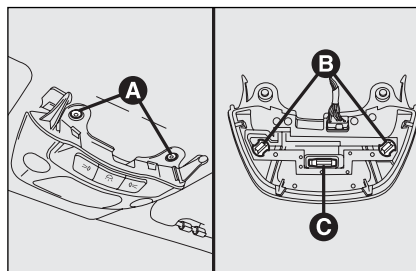

fig. 42
- ☐ desaparafuse os 2 parafusos de fixação **A**-fig. 42, depois rodar em sentido anti-horário os 2 porta-lâmpadas **B**;
- ☐ extrair as lâmpadas e substituí-las. Para substituir a lâmpada **C**-fig. 42, liberá-la dos contactos laterais certificando-se que a nova lâmpada esteja correctamente bloqueada entre os contactos.